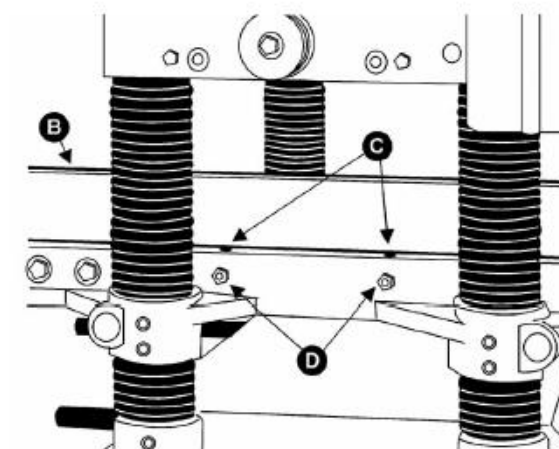

Рис. 14
2. Положить поверочную линейку (**Рис. 14, В**) на оба ролика.
3. С одной стороны стола ослабить винты (**Рис. 14, С**) шестигранным ключом и поворачивая эксцентрики валы (рис. 14, D), поднимать или опускать ролики.
4. При получении требуемой высоты затянуть винты (**Рис. 14, С**).